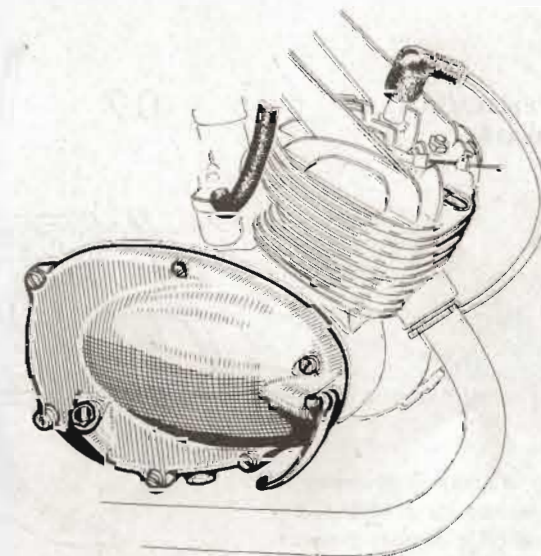

Fig. 13
- Retirer le couvercle (s'il est collé, agir sur le levier de débrayage) (fig. 13).